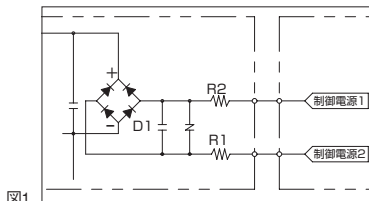

図1
「ピンNo.①が＋極性、No.②が－極性」との極性指示がある為、配線時に極性の確認を行って頂いている場合もございます。しかし、制御電源回路の極性に該当する部分の回路構成は「整流回路内蔵」（右図1参照）としており、特に極性の指示は必要の無い回路構成となっております。